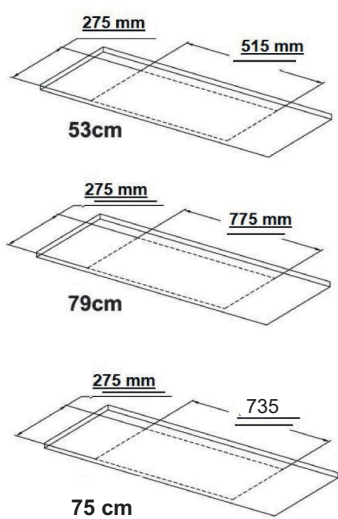

Fig. 9
1. Observera hålmåtten. Följ anvisningarna (Fig. 9).